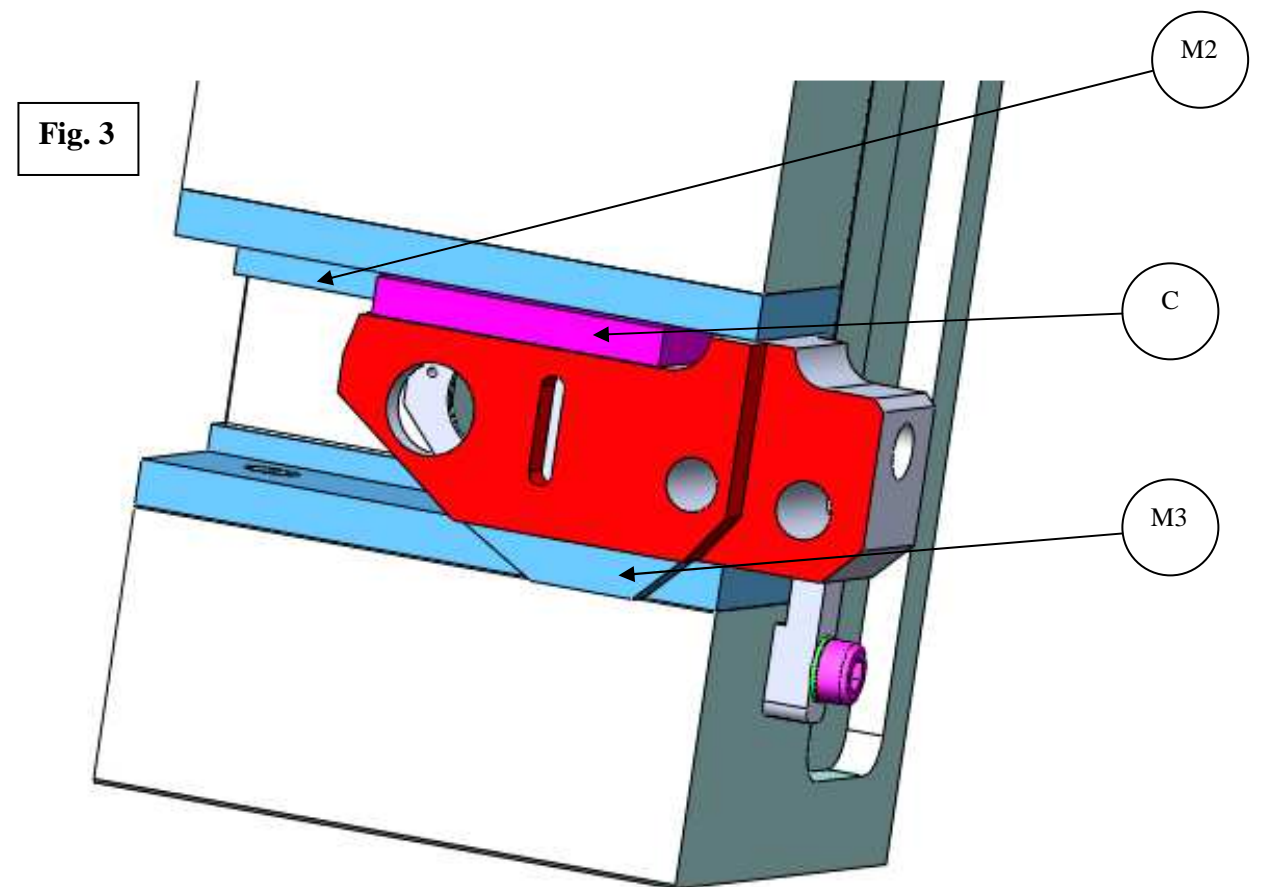

Fig.2
Déterminer et positionner les normales d'isostatisme (symbole technologique) sur la fig.2, correspondant au montage de la pièce permettant l'usinage du posage B.
- Représenter en rouge « l'Opp1 » (Origine palette) sur les fig.2 et 3.
- Représenter en bleu les axes normalisés $X+$, $Y+$, $Z+$ à partir de l'Opp1 sur les Fig.2 et 3
- Représenter en rouge les vecteurs de décalage d'origine (OP2/Opp1) en X, Y et Z sur les Fig.2 et 3.
- Déterminer les décalages qui positionnent OP2 et porter les valeurs sur les Fig.2 et 3